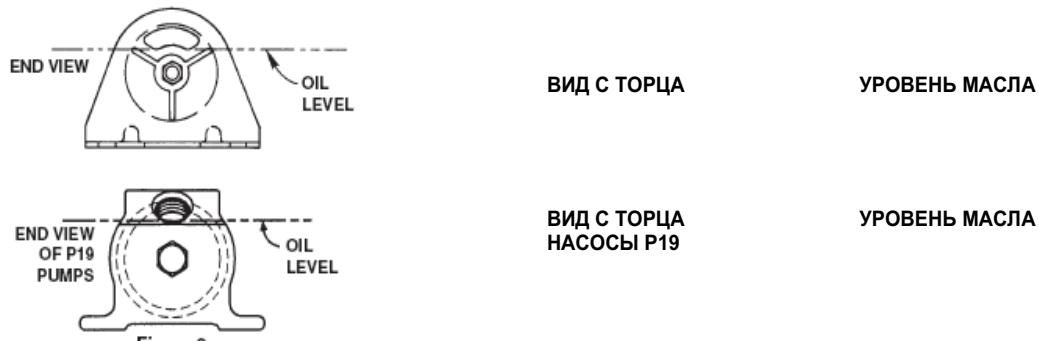

Рисунок 2.
**Для моделей с резервуаром типа В:** Снимите пробку заливной горловины. При горизонтальном положении насоса, лежащего на основании, и втянутых штоках гидравлических цилиндров уровень жидкости должен доходить до нижнего края заливной горловины (см. Рисунок 2).